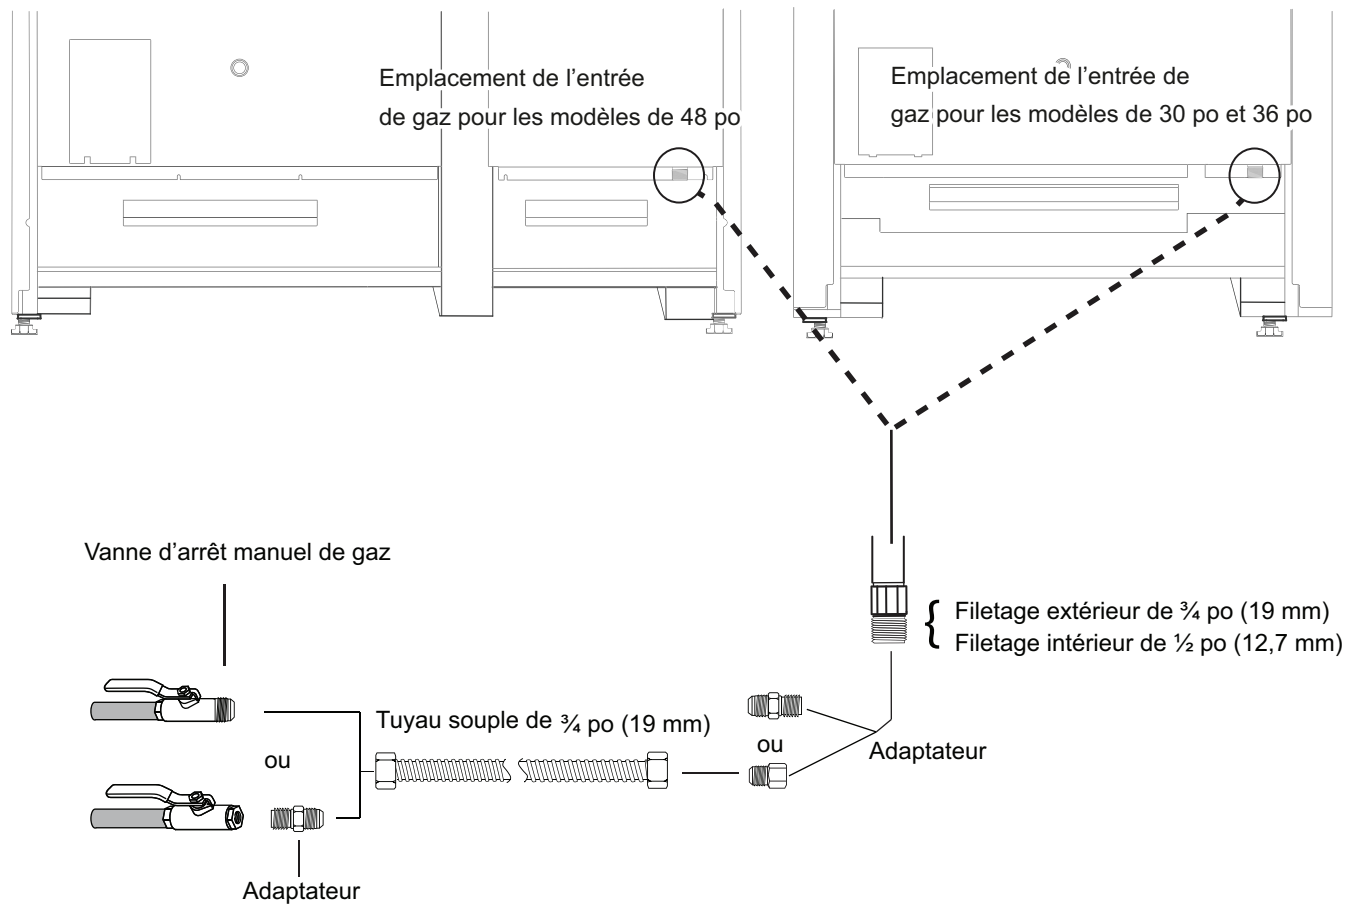

Figure 9 : Raccordement à l'approvisionnement de gaz
- Utilisez un raccord à gaz souple de ¾" entre l'alimentation en gaz et le tuyau d'arrivée de gaz de l'appareil. Le tuyau d'arrivée de gaz de toutes les cuisinières est situé en bas à droite. (Voir *Figure 9*). Le tuyau d'arrivée de gaz de l'appareil est de type NPT 1/2".